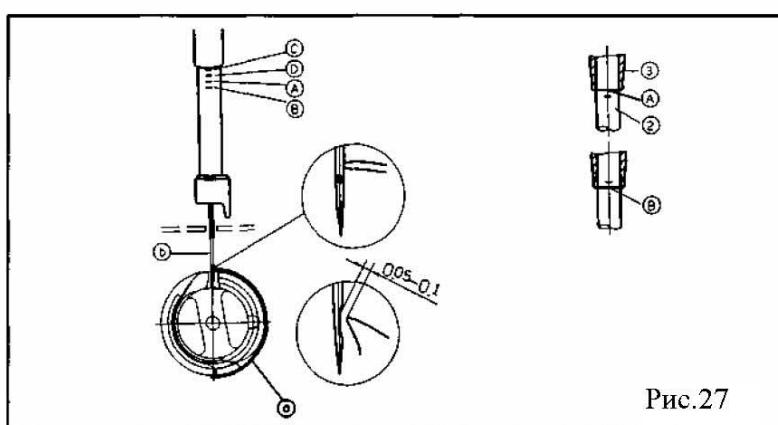

Рис.27
1. Синхронизация по времени между иглой и челноком. Поверните колесо так, чтобы игла опустилась до самой нижней точки и ослабьте винт 1 (Рис.27).